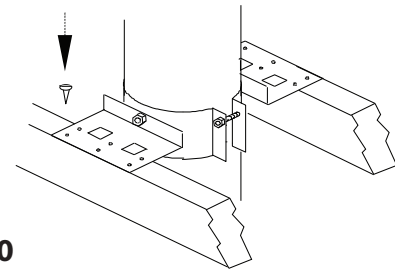

Figure 30
Étape 4. Centrez la cheminée et clouez ou vissez le support au toit ou au plancher avec 8 clous de 2-1/2 po ou de 8 vis à bois no 8 de 1-1/4 po (voir **Figure 30**).
4. Centrez la cheminée et assurez-vous de maintenir le dégagement requis de 2 po aux matériaux combustibles. Sécurisez le support au toit ou au plancher en utilisant 8 clous de 2-1/2 po ou de 8 vis à bois #8 x 1-1/4 po. Se référer aux Figures 30 et 31 pour plus d'informations.